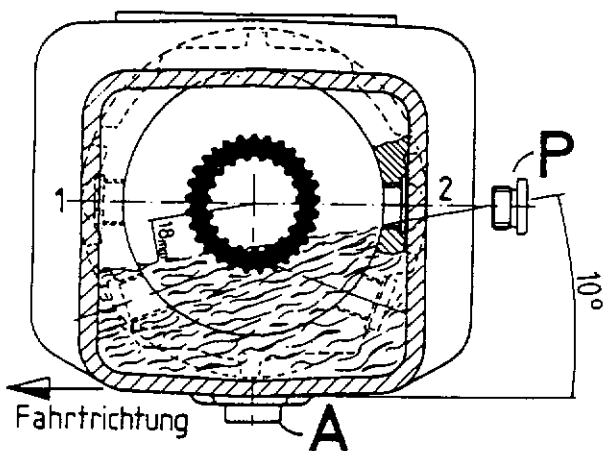

Bild 21
1. Mähvorsatz  $10^\circ$  nach hinten geneigt anheben (siehe Bild 21 und 22).
Der Ölstand ist dann richtig, wenn das Öl bis zum unteren Rand der Gewindebohrung reicht (siehe Bild 21).